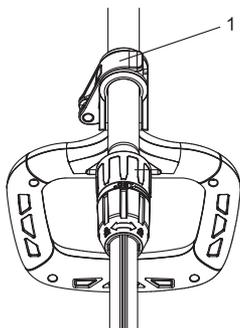

Fig. 6
REMARQUE : Le support de montage de la poignée auxiliaire peut être glissé vers le haut ou vers le bas sur le tube télescopique, tourné d'un côté à l'autre ou incliné vers l'avant ou l'arrière pour placer la poignée dans la position la plus confortable. Tourner le levier de verrouillage (1) avant de régler la position de la poignée auxiliaire et le resserrer pour verrouiller la poignée auxiliaire dans la nouvelle position. (Fig. 6)